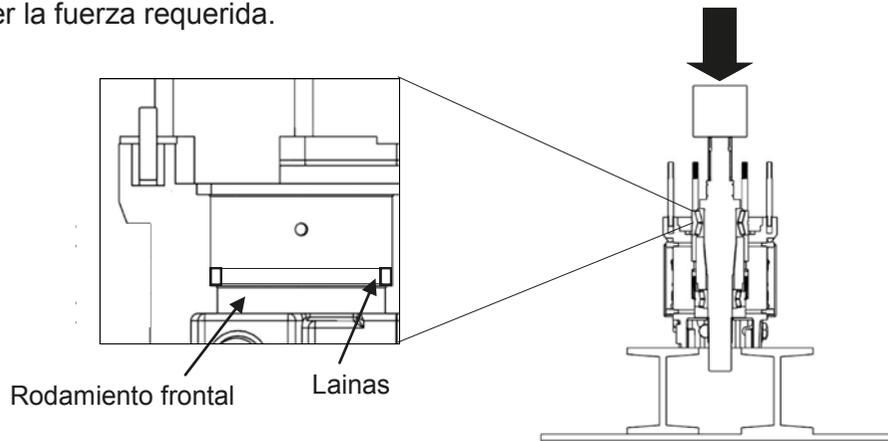

Figura 39: Colocación de las flechas en la caja de engranes
4) Coloque la caja sobre una prensa con la cara de la carcasa hacia arriba. Coloque las laines necesarias sobre el hombro del frente del agujero para flecha. Aplique lubricante al exterior de los rodamientos. Coloque el ensamble de flecha (una a la vez) dentro de la caja de engranes con el lado del rotor hacia arriba. Verifique que la flecha conducida y la motriz estén en sus agujeros correspondientes y meta las flechas en la caja de engranes hasta que los rodamientos estén completamente asentados (figura 39). Vea la tabla 4 en la página 20 para saber la fuerza requerida.